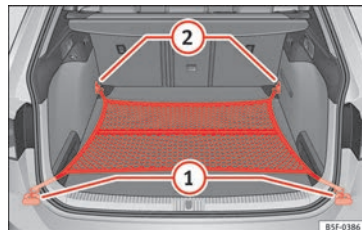

Fig. 177 Dans le coffre à bagages : sac pour filet accroché au niveau du plancher (modèle LEON ST).
- Selon le cas, relevez les œillets d'amarrage avant » **fig. 177** ②.
- Fixez les crochets du filet aux œillets d'amarrage ② » **⚠**. La fermeture à glissière du sac doit rester vers le haut.
- Fixez les crochets du filet aux œillets d'amarrage ①.